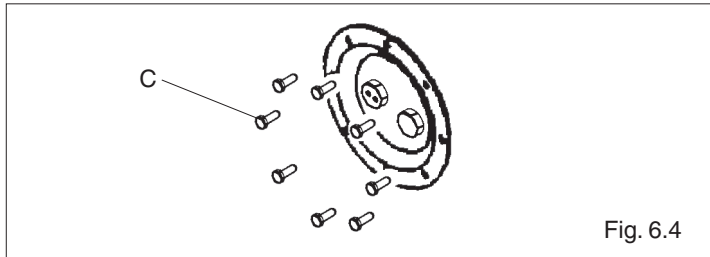

Fig. 6.4
- svitare i dadi (C) di fissaggio della flangia ed estrarla (fig. 6.4)